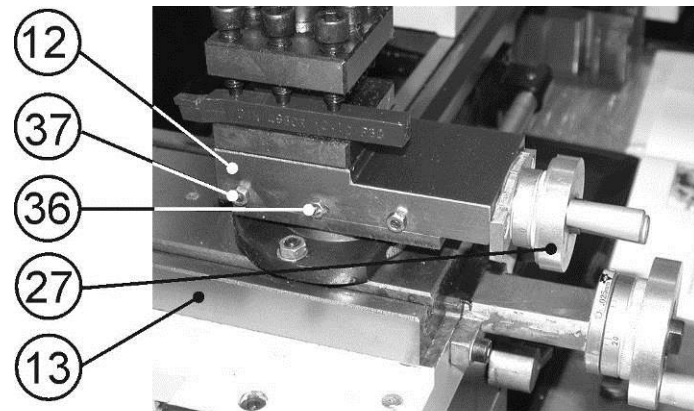

Рис. 3
9.1. Регулировка перемещения поворотного суппорта (Рис. 3, 4)